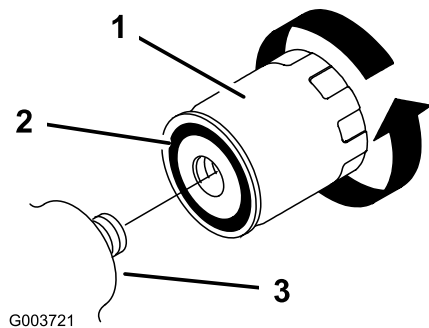

Figure 30
5. Enlevez le filtre à huile usagé (Figure 30) et essuyez la surface du joint de l'adaptateur.
6. Appliquez une fine couche de liquide hydraulique sur le joint en caoutchouc du filtre de rechange (Figure 30).
7. Montez le filtre de rechange sur l'adaptateur (Figure 30). Tournez le filtre dans le sens horaire jusqu'à ce que le joint rejoigne l'adaptateur, puis donnez 1/2 de tour supplémentaire.